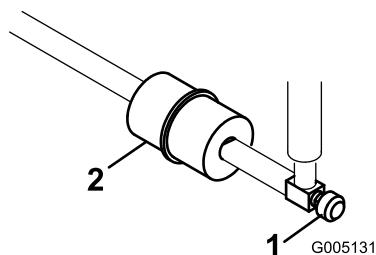

Рисунок 36
Проходной топливный фильтр встроен в топливный трубопровод между топливным баком и карбюратором (Рисунок 36).
1. Закройте клапан отключения подачи топлива (Рисунок 36).
2. Установите под фильтр сливной поддон, ослабьте шланговый хомут на обращенной к карбюратору стороне фильтра и отсоедините топливный трубопровод от фильтра (Рисунок 36).
3. Ослабьте другой шланговый хомут и снимите фильтр (Рисунок 36).